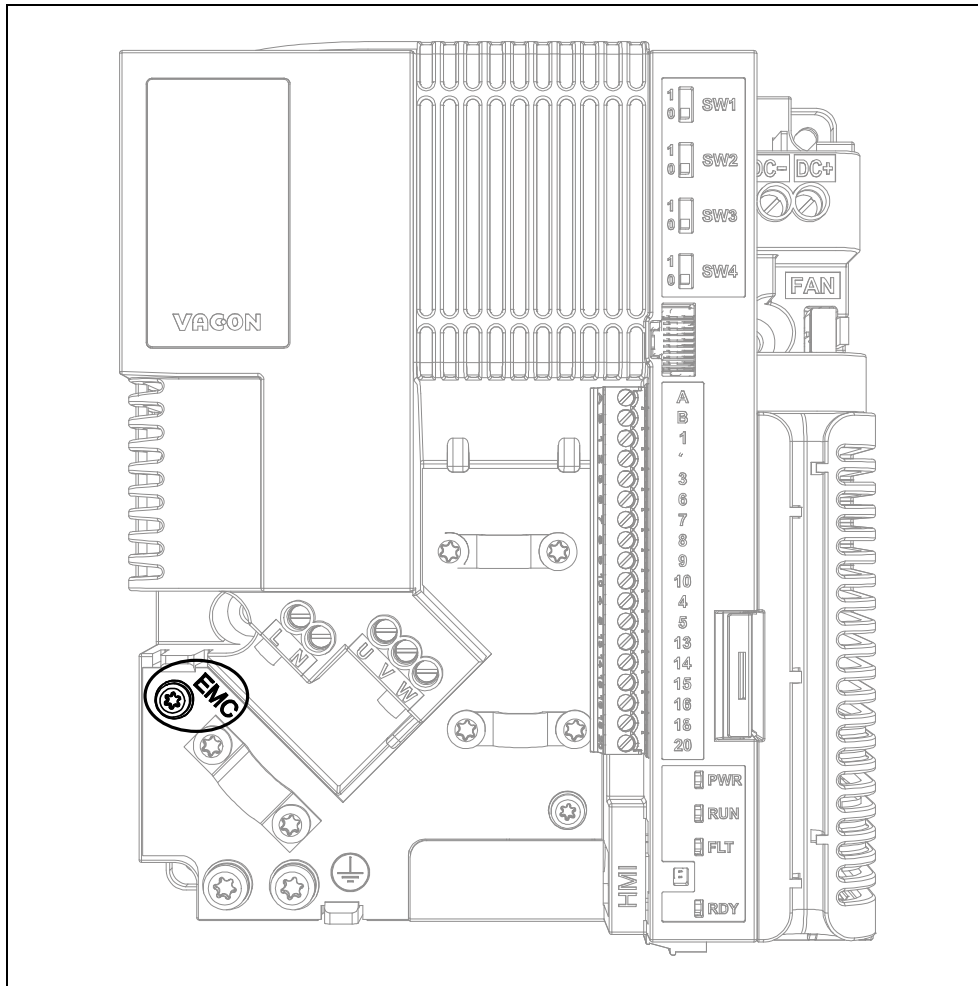

Figura 41. Cambio de la clase de protección EMC en la carcasa MU2 (modelo monofásico).
- 1 Retire el tornillo EMC como se muestra en la Figura 41.